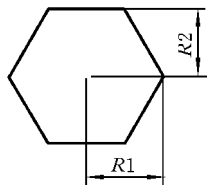

图 2.8 使用“正多边形”命令绘图示例
① 输入边数 当前默认值 :输入 3 ~ 1024 之间的值或按 Enter 键。
② 边 :以一条边的长度为基础绘正多边形。
③ 内接于圆 :绘与圆内接的正多边形;命令行继续提问指定圆的半径,输入圆的半径,即图 2.8 中 R1 的长度。
④ 外切于圆 :绘与圆外切的正多边形;命令行继续提问指定圆的半径,输入圆的半径,即图 2.8 中 R2 的长度。